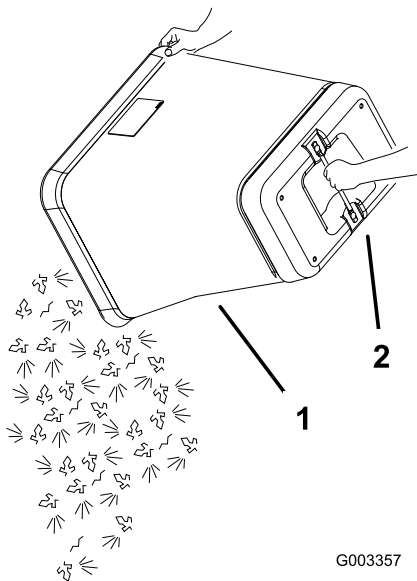

Figura 25
6. Afferrate la maniglia sotto il cesto e ribaltate il cesto per vuotarlo (Figura 25).